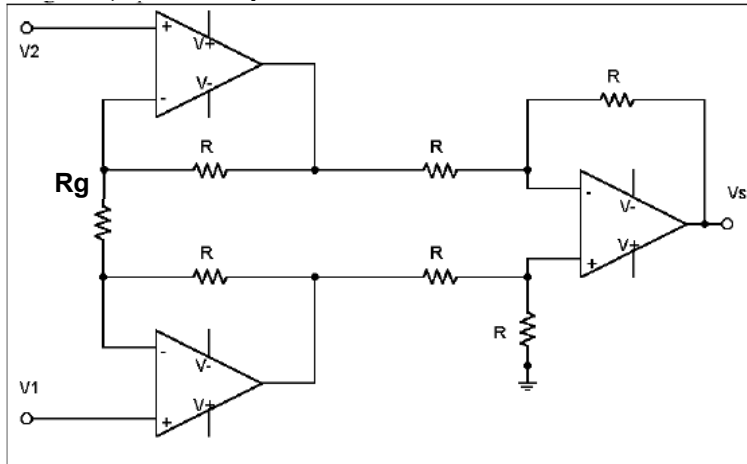

Figure 3 : schéma électrique de l'amplificateur d'instrumentation à trois amplificateurs
**Sur la fig 3 on réalise le schéma complet (source de courant + cellule différentielle) :**